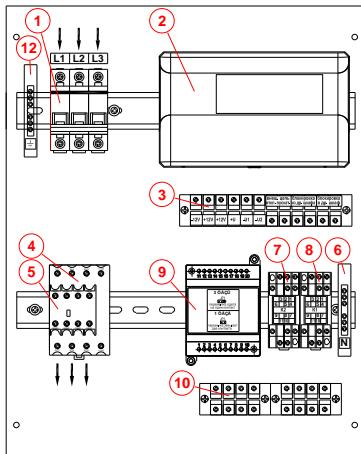

Рис. 2. Внешний вид монтажной панели исполнений ШУЭ-5,5-ХР777... ШУЭ-30-ХР777
Для ШУЭ-5,5-ХР777... ШУЭ-30-ХР777 подключите ноль электрической сети переменного тока (N) и нулевой провод внешней нагрузки к клеммной колодке (6) (см. рисунок 2).